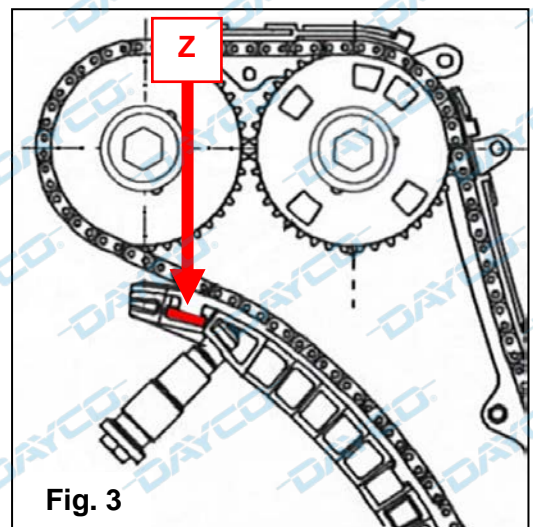

Fig. 3
- Attraverso la finestra del coperchio anteriori alberi a camme, utilizzare un cacciavite idoneo e attivare il tenditore superiore facendo pressione sulla guida mobile nel punto **Z** (fig. 3 e 4, dettaglio guida). Verificare che il tenditore sia correttamente attivato e la catena sia tesa.